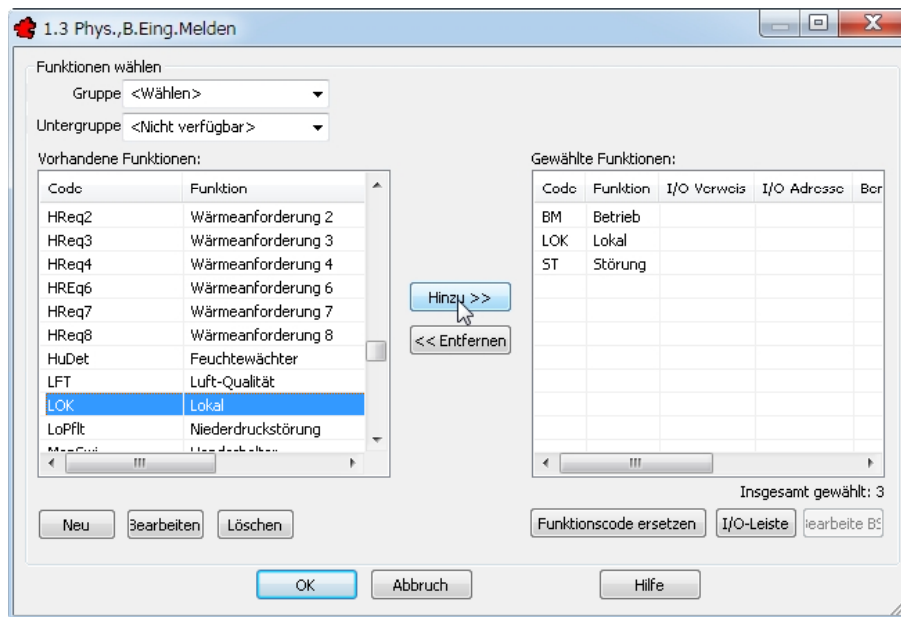

Bild 24.29 – Definition des Teilschlüssels *Funktionscode*
- Im Listenfeld *Feldgeräte-Eigenschaften* sind sämtliche Eigenschaften aufgeführt. Führen Sie einen Doppelklick auf die Spalte *Funktionen* der betreffenden Zeile aus, in diesem Beispiel – 1.3, Phys., B.Eing.Melden – also auf die Ziffer 2 der ersten Spalte. Das Dialogfeld für die Konfiguration der Funktionscodes erscheint (Abb. 24.29).